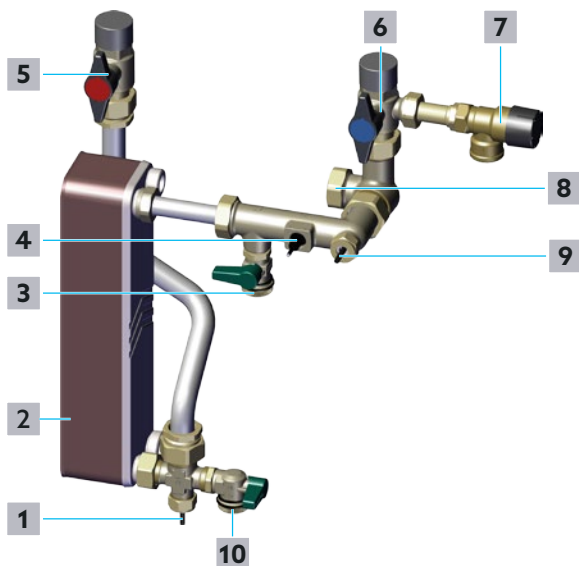

Fig. 34: Circuit E.C.S.
- 2 Fermer lentement le robinet d'arrêt à tournant sphérique - Eau chaude sanitaire (position **5** sur la Fig. 34 en page 37 et position **10** sur la Fig. 2 en page 11).
- 3 Fermer lentement le robinet d'arrêt à tournant sphérique - Eau potable froide (position **6** sur la Fig. 34 en page 37 et position **11** sur la Fig. 2 en page 11).
- 4 Dévisser le capuchon du robinet de vidange et de remplissage à tournant sphérique - Eau chaude sanitaire (position **10** sur la Fig. 34 en page 37 et position **16** sur la Fig. 2 en page 11).
- 5 Raccorder le tuyau de vidange pour l'eau potable au robinet de vidange et de remplissage à tournant sphérique - Eau chaude sanitaire (position **10** sur Fig. 34 en page 37 et position **16** sur la Fig. 2 en page 11).
- 6 Ouvrir le robinet de vidange et de remplissage à tournant sphérique - Eau chaude sanitaire (position **10** sur la Fig. 34 en page 37 et position **16** sur la Fig. 2 en page 11).
- 17** Fermer le robinet de vidange et de remplissage à tournant sphérique - Eau chaude sanitaire (position **10** sur la Fig. 34 en page 37 et position **16** sur la Fig. 2 en page 11).
- 5** Fermer le robinet de vidange et de remplissage à tournant sphérique - Eau chaude sanitaire (position **10** sur la Fig. 34 en page 37 et position **16** sur la Fig. 2 en page 11).